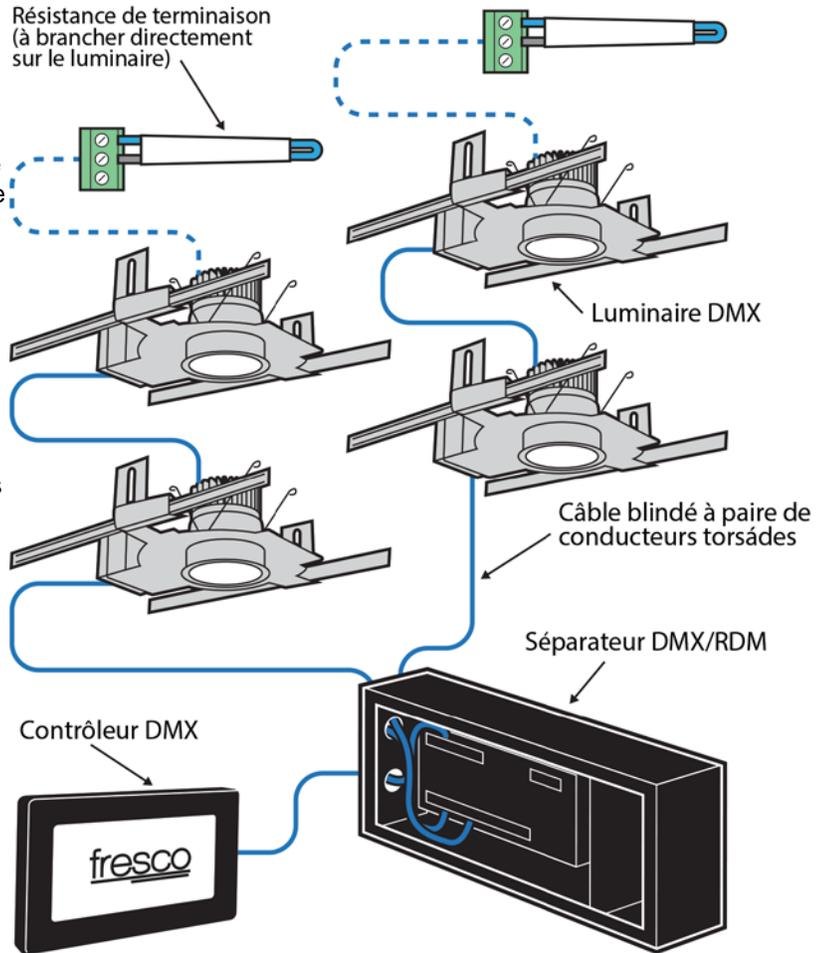

Figure 1. Réseau DMX présentant un univers divisé en deux séries de 30 luminaires chacune
1. Déterminer la disposition du système. Un séparateur DMX/GAD est nécessaire s'il y a plus de 30 luminaires, ou si la configuration doit se faire en étoile. Voir l'exemple de disposition du système à la figure 1.
- Déterminer la disposition du système. Un séparateur DMX/GAD est nécessaire s'il y a plus de 30 luminaires, ou si la configuration doit se faire en étoile. Voir l'exemple de disposition du système à la figure 1.